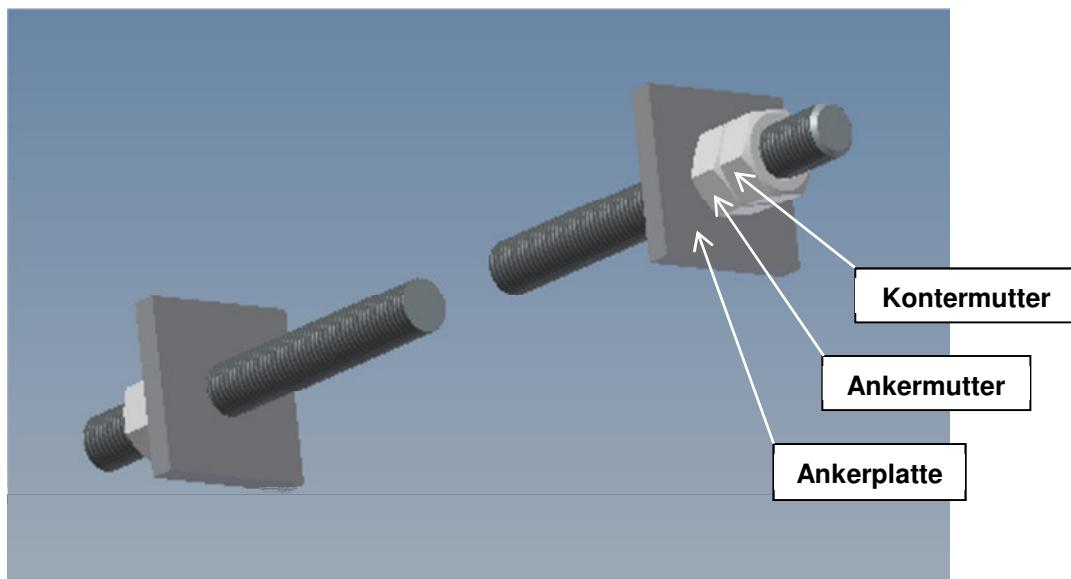

Bild 8 Abspannelement mit Verschraubung
3.2.7 Obergurte (Bild 8) auf der Rückwand der Lagerzellen montieren und mit den beigestellten Schrauben an den Modulelementen befestigen.